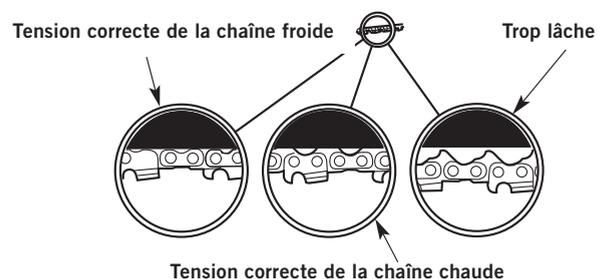

Fig. 26
- a. Tension de la chaîne froide - La chaîne doit être bien serrée contre le dessous de la barre de guidage. La chaîne ne devrait pas être lâche (Fig. 26).
- b. Tension de la chaîne chaude - La température de la lame d'acier augmente pendant l'utilisation. Un affaissement d'environ 1,3 mm (1/16 po) devrait être visible sous la barre de guidage lorsqu'elle est chaude (Fig. 26).